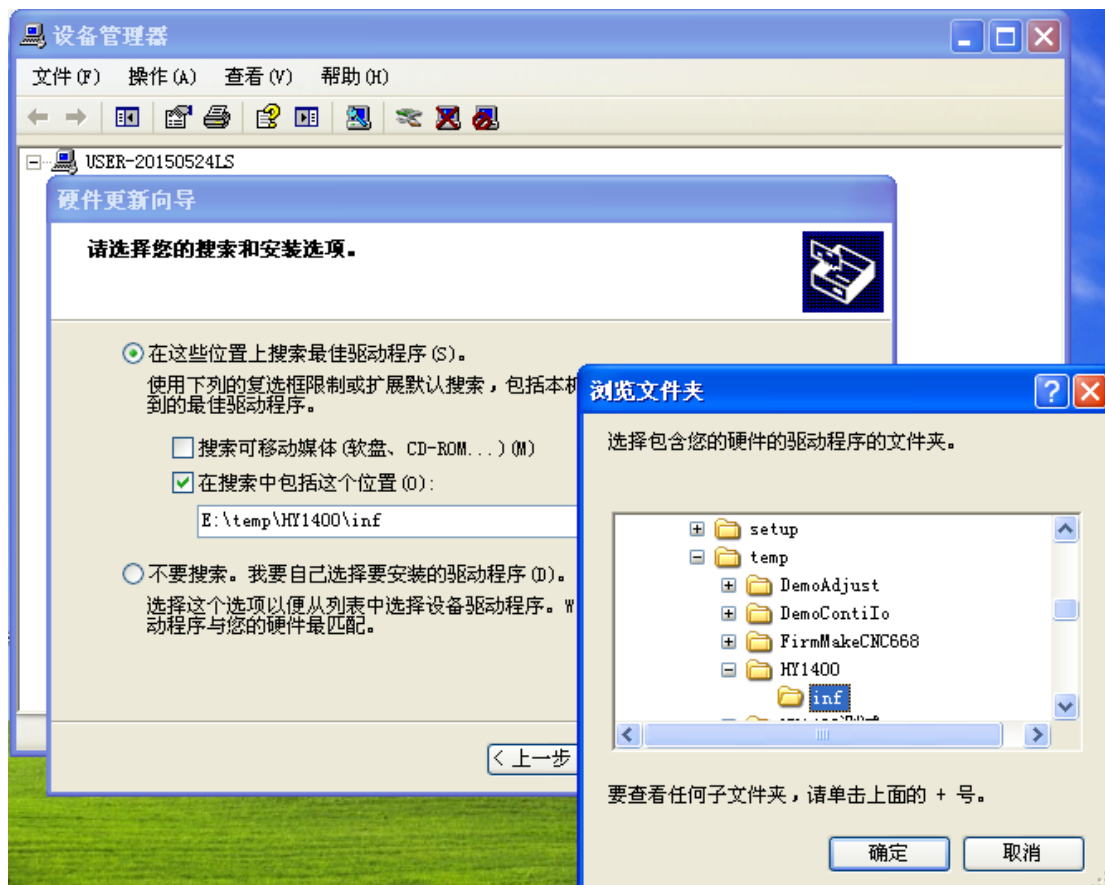

图 1-2 浏览并选择安装文件夹 INF
- 4) 在图 1-2 所示的向导中，点选“在这些位置中搜索最佳驱动程序”并勾选上“在搜索中包括这个位置”，点击浏览；